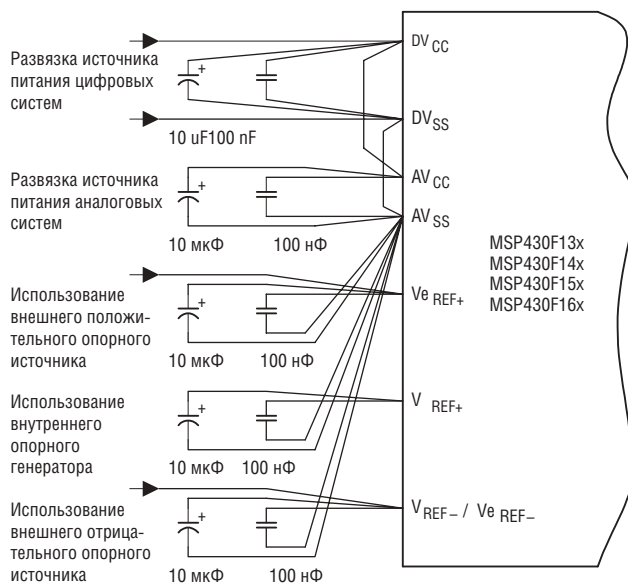

Рис. 17-11. Заземление АЦП12 и устранение помех
*Около 200 мкА необходимы от **любого** опорного источника, использующего АЦП во время определения двух младших бит в течение преобразования. Комбинация из параллельно включенных конденсаторов на 10 мкФ и 0,1 мкФ рекомендуется при использовании **любого** опорного источника, как показано на рис. 17-11.*
Паразитные общие петли формируются, когда ток возврата от АЦП проходит совместно с токами других аналоговых и цифровых схем. Если не принимать специальных мер, этот ток может генерировать нежелательные напряжения смещения, которые могут прибавляться или вычитаться из опорного или входного напряжений аналого-цифрового преобразователя. Способ подключения, показанный на рис. 17-11 позволяет этого избежать.